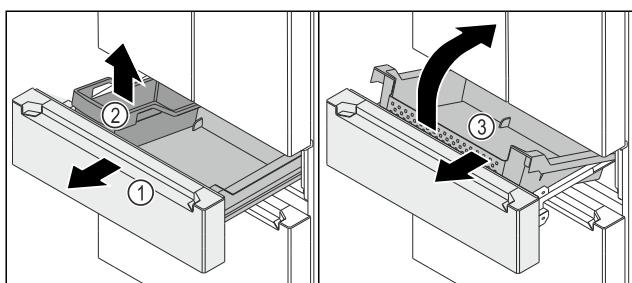

Fig. 149
- ▶ 将拉出式滑架 Fig. 149 (1) 拉出至止挡。
- ▶ 取出 FlexBox Fig. 149 (2)。
- ▶ 向上抬起容器 Fig. 149 (3) 前部。
- ▶ 朝前斜着取出容器 Fig. 149 (3)。